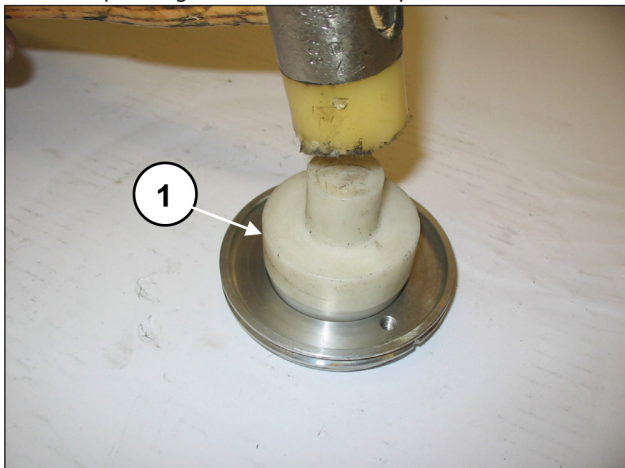

Fig. 93
Monter le joint d'étanchéité radial sur le couvercle du joint d'huile (rep. ①, Fig. 93) à l'aide d'un tampon réf. 27910900.